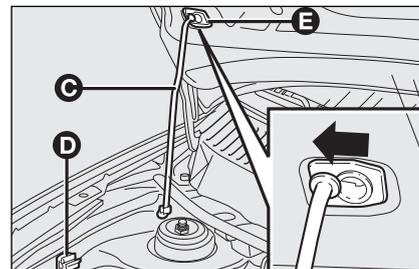

fig. 83
- ❑ sollevare il cofano e contemporaneamente liberare l'asta di sostegno **C-fig. 83** dal proprio dispositivo di bloccaggio **D-fig. 83**, quindi inserire l'estremità dell'asta nella sede **E-fig. 83** del cofano motore (foro grande) e spingere nella posizione di sicurezza (foro piccolo), come illustrato in figura.
- ❑ tenere sollevato il cofano con una mano e con l'altra togliere l'asta **C-fig. 83** dalla sede **D**, con movimento inverso a quello di apertura, e reinserirla nel proprio dispositivo di bloccaggio;